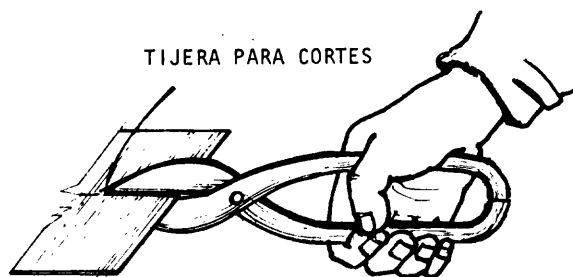

Fig. 1
- a Inicie el corte haciendo coincidir el trazo de la chapa con el filo de la hoja de la tijera o cizalla (fig.1).